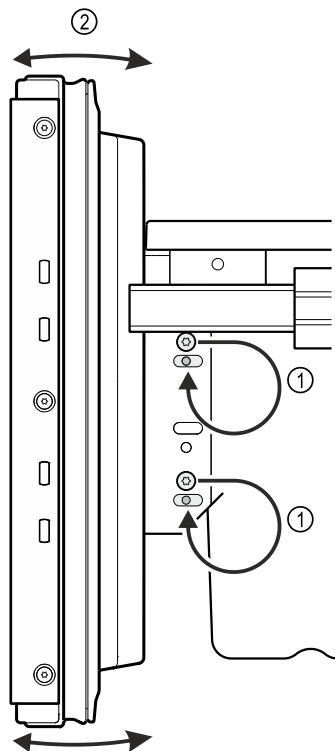

Fig. 18 Reprezentare exemplificatoare
- Mutați șuruburile în găurile longitudinale. Fig. 18 (1)
- Reglați înclinația frontului căruciorului de extragere. Fig. 18 (2)